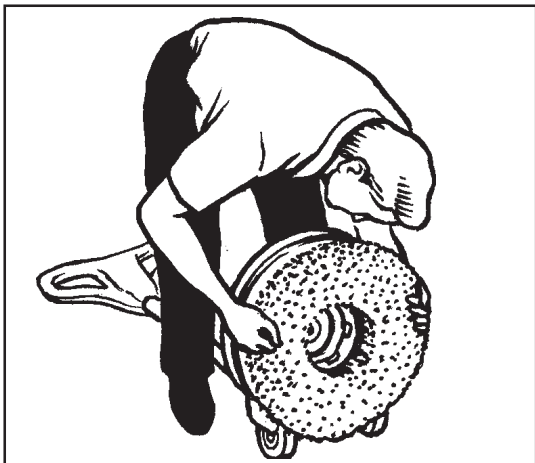

Figure 2
3. Tilt the machine backward until the handle is on the floor. See figure 2.
4. Put one foot on each side of the machine. See figure 2.
3. Vuelque la máquina hacia atrás hasta que la tobera toca el suelo. (Véase fig. 2).
4. "Cabalgando" sobre la máquina (Véase fig. 2)
3. Incliner la machine vers l'arrière jusqu'à ce que le timon touche le sol. (Voir fig. 2)
4. En "chevauchant" la machine (Voir fig. 2)